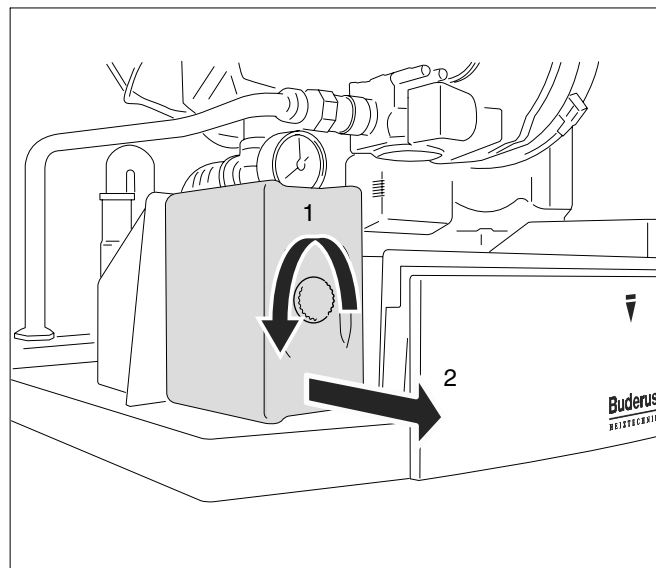

Fig. 5 Demontarea UBA3
- Desfaceți șurubul de fixare a UBA3 (vezi Fig. 5, Poz. 1).
- Trageți UBA3 în față, în direcția indicată de săgeată (vezi Fig. 5, Poz. 2).